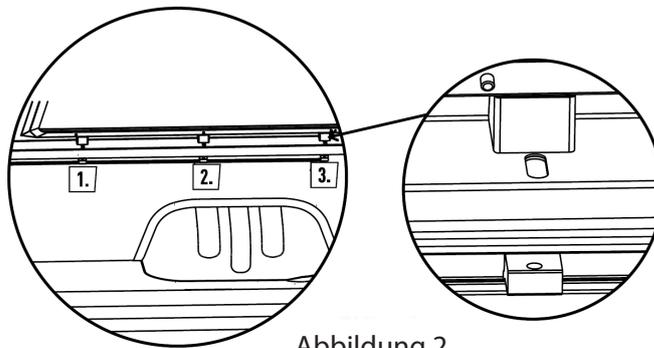

Abbildung 2
1. Richten Sie die Klemmen auf den Montageschienen auf die Befestigungslöcher aus, siehe Abbildung 2.